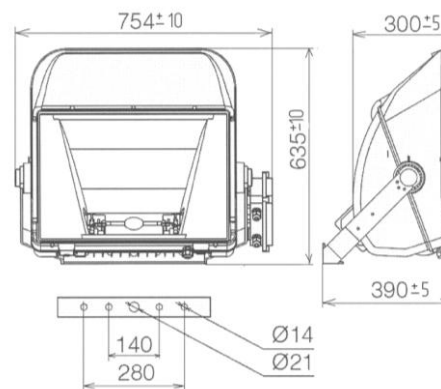

Рисунок 1
2.1 Прожекторы серии ГО77 «Олимпик» (рисунок 1) с газоразрядными лампами высокого давления предназначены для освещения больших открытых пространств и спортивных сооружений. .